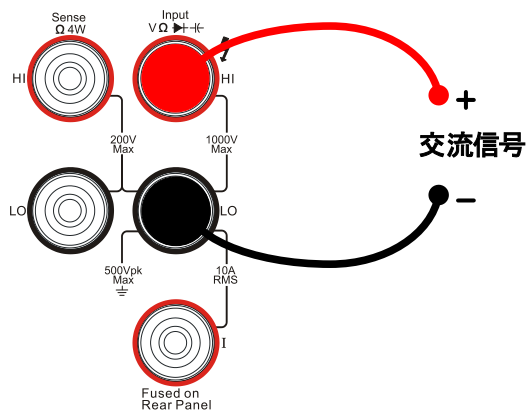

図 2-33 結線図
1. 図 2-33 のように付属の赤色テストリード線を「Input HI」端子に、黒色テストリード線を「Input LO」端子に接続します。